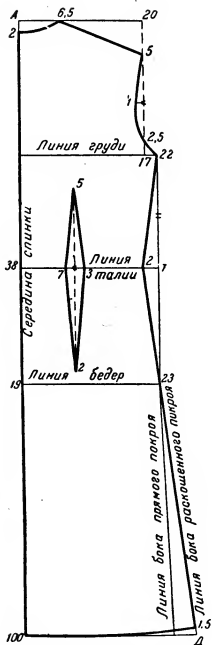

Рис. 313. Построение чертежа основы спинки цельнокроеного платья
**Построение чертежа спинки.** Вычерчивают прямой угол с вершиной в точке А (рис. 313). От точки А вправо по горизонтальной линии плана откладывают 20 см из расчета 1/2 окружности шеи плюс 2 см на свободный разворот плеч (для всех размеров):
Для определения линии бока переда необходимо измерить длину линии бока спинки от точки 22 до точки Т (см. рис. 313), так как длина бока переда равна длине бока спинки; строить чертеж переда без предварительного построения чертежа спинки нельзя.
**Нанесение линий фасона.** Для построения выкройки платья данного фасона берут основную выкройку цельнокроеного платья (см. рис. 313 и 314) и наносят на нее линии фасона.